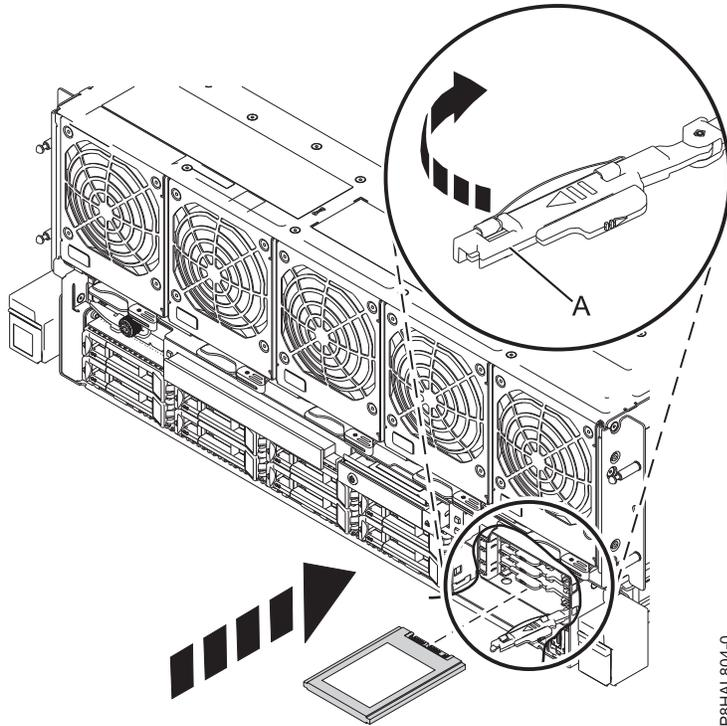

Figura 5. Instalar uma unidade SSD num sistema de 8408-44E ou 8408-E8E
3. Com a pega do compartimento de unidade de SSD (A) na posição desbloqueada, puxe a alavanca para fora para ter acesso às calhas na ranhura de SSD. Apoie a parte inferior da SSD à medida que a alinha com as calhas na ranhura de SSD. Consulte Figura 5 na página 11.
4. Faça deslizar a unidade SSD no sistema até a unidade parar e, em seguida, bloqueie a unidade SSD rodando a pega do compartimento de unidade (A) na direcção mostrada. Consulte Figura 5 na página 11.